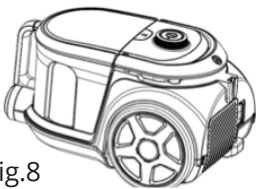

Fig.8
1. Sujete el asa del tanque de polvo y presione el botón de liberación (Fig. 8).